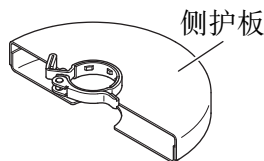

图 1
- 使用切割砂轮时，请务必拆下标准附件砂轮保护装置，并装上带侧护板(另售)的砂轮保护装置(图1)；